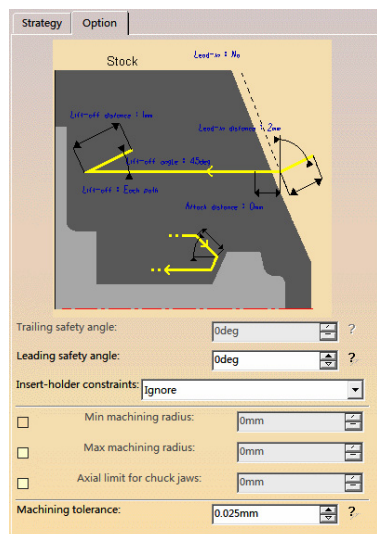

图 6-117 “Option”选项卡 (5)
- 单击“Option”选项卡 (5), 设置切入/切出参数如图 6-117 所示。